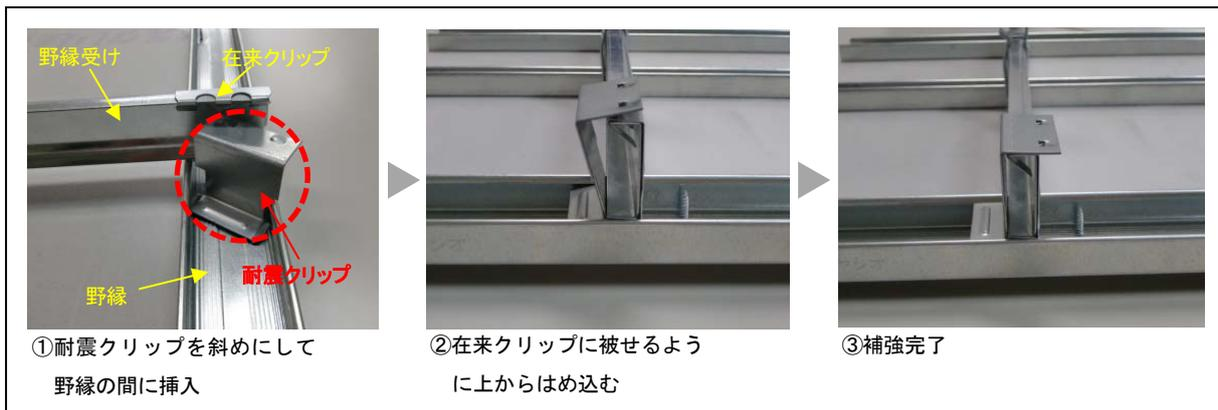

図2 耐震クリップ取り付け手順
- ① 耐震クリップは、JIS規格クリップの上から簡易に取り付けることができ、天井の接合部補強方法として一般に用いられている耐風圧クリップ、又は番線等による留め付けを必要としません。(図2)
- ② 耐震クリップでJIS規格クリップを用いた接合部を補強することにより、当該部位の引張り耐力を2倍以上にします。(写真2)
- ③ 耐震クリップで接合部を補強することにより、天井面の上下応答加速度値2.2G^{※2}に対しても、耐震クリップの損傷や外れに起因する天井落下は生じません。(写真3)